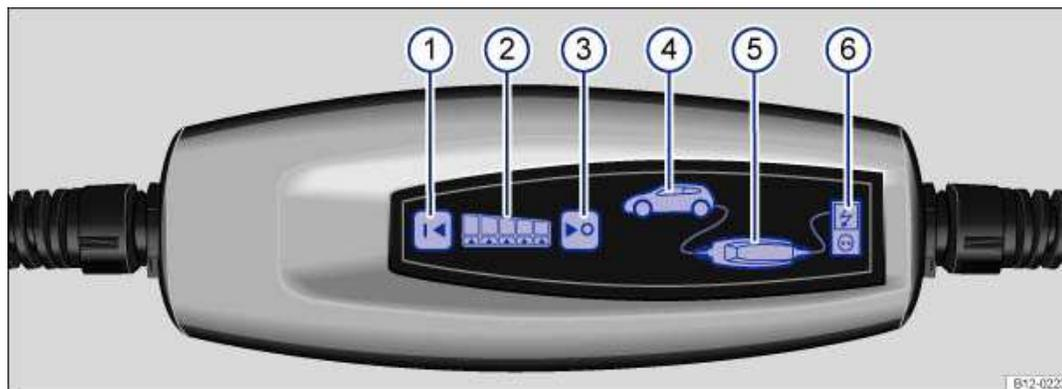

Abb. 109 Am Ladekabel für Netzsteckdose: Schutzeinrichtung.
④ Fahrzeugsilhouette.
⑤ Schutzeinrichtung.
⑥ Spannungsquelle, z. B. Steckdose.
Wenn das Ladekabel für Netzsteckdosen an die Steckdose und an das Fahrzeug angeschlossen wird, führt die Schutzeinrichtung automatisch einen Selbsttest durch. Dabei leuchten → *Abb. 109* ②, ④, ⑤ und ⑥ für etwa 3 Sekunden rot und grün bzw. gelb. Der Selbsttest wird während des Ladens automatisch alle 4 Stunden wiederholt.
Anzeigen der Schutzeinrichtung → *Abb. 109*
| Anzahl der leuchtenden LEDs → Abb. 109 ② | Eingestellter Ladestrom |
Wenn sich die Schutzeinrichtung oder der Netzstecker zu stark erwärmt, wird der Ladestrom automatisch reduziert. Erwärmt sich die Schutzeinrichtung oder der Netzstecker auch bei niedrigstem Ladestrom weiter, wird die Schutzeinrichtung abgeschaltet. Die LEDs → *Abb. 109* ② verlöschen, die LED ④ leuchtet grün und rot, die LED ⑤ leuchtet grün und blinkt rot.